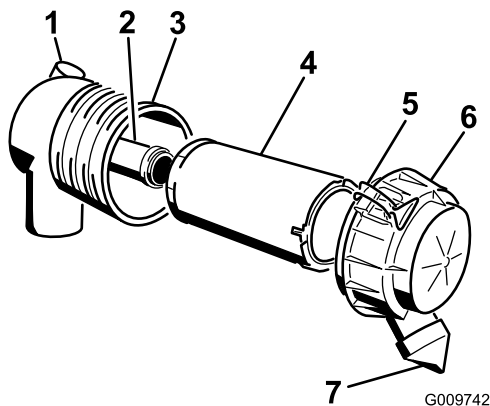

Figura 35
Importante: Realice el mantenimiento del filtro del limpiador de aire solo cuando el indicador de mantenimiento esté de color rojo (**Figura 35**). El cambiar el filtro antes de que sea necesario sólo aumenta la posibilidad de que entre suciedad en el motor al retirar el filtro.
4. Abra los cierres del limpiador de aire y tire de la tapa del limpiador de aire para separarla de la carcasa del limpiador de aire (**Figura 35**).
1. Extraiga con cuidado el filtro primario de la carcasa del limpiador de aire (**Figura 35**). Evite golpear el filtro contra el lado de la carcasa.
3. Introduzca con cuidado el filtro primario en el cuerpo del filtro (**Figura 35**). Asegúrese de que está bien asentado empujando sobre el borde exterior del filtro mientras lo instala.
4. Instale la tapa del limpiador de aire con el lado que lleva la palabra UP hacia arriba, y fije los cierres (**Figura 35**).